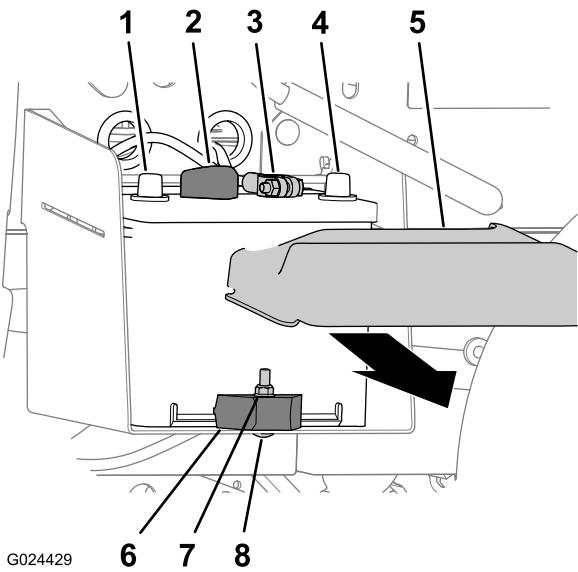

Рисунок 48
1. Сожмите стороны крышки аккумулятора и снимите крышку с его верхней части (Рисунок 48).
- 2. Отсоедините отрицательный (черный) кабель от клеммы аккумуляторной батареи (Рисунок 48).
- 3. Отсоедините положительный (красный) кабель от клеммы аккумуляторной батареи (Рисунок 48).
2. Отверните контргайку, снимите каретный болт и зажим крепления аккумуляторной батареи к поддону (Рисунок 48).
3. Извлеките аккумулятор из лотка (Рисунок 48).
1. Выровняйте аккумулятор относительно его лотка в машине (Рисунок 48).
- Примечание:** Убедитесь, что положительный и отрицательный штыри аккумулятора выровнены, как показано на Рисунок 48.
2. Прикрепите аккумулятор к лотку аккумулятора с помощью зажима, вагонного болта и контргайки (Рисунок 48).
1. Подсоедините положительный (красный) кабель к клемме аккумуляторной батареи (Рисунок 48).
2. Подсоедините отрицательный (черный) кабель к клемме аккумуляторной батареи (Рисунок 48).
3. Установите крышку аккумулятора на его верхнюю часть (Рисунок 48).